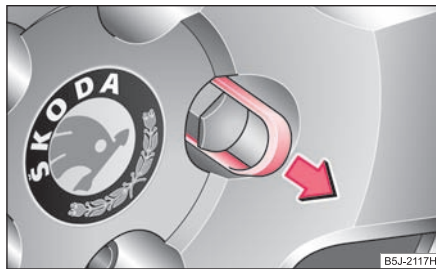

Fig. 196 Înlocuirea roții:
- Trageți capacul cu **brida din material plastic** ⇒ fig. 196.